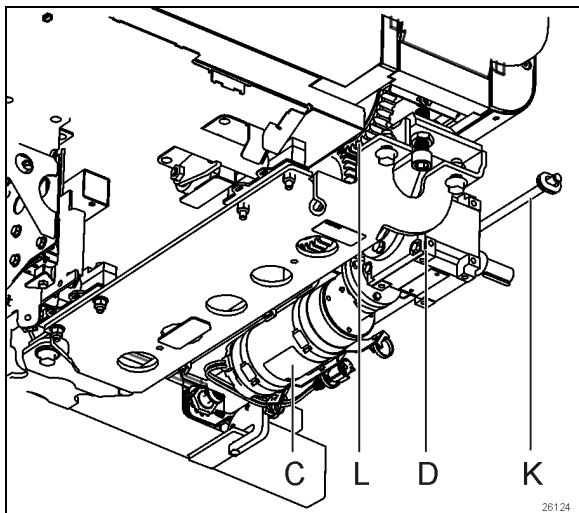

FIGURE 55 : MOTEUR D'ÉTIREMENT (AVANT ILLUSTRÉ)
Lorsque le piston du vérin électrique sort (Figure 55, 1), le bras de transfert fait tourner les tringles d'arbre de levage du plancher vers l'intérieur (2), faisant tourner simultanément les rouleaux excentriques vers le haut (3), levant efficacement le plancher mobile (4). Le mouvement vertical du plancher est guidé par une paire de paliers linéaires verticaux (G).